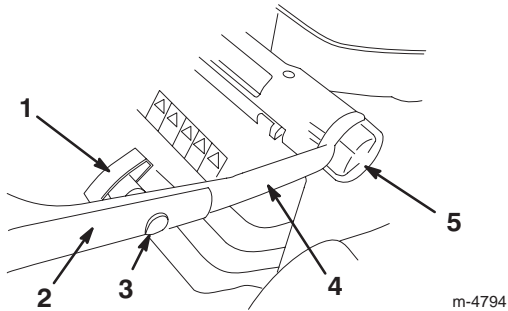

Bild 2
1. Lockern Sie die Griffhöheinstellräder und drehen das untere Handgriffteil in Richtung Rückseite des Rasenmähers, bis es auf eine der in Bild 2 dargestellten Höheinstellungen ist. Weitere Angaben zum Einstellen der Griffhöhe finden Sie unter „Einstellen der Griffhöhe“ auf Seite 7.
3. Sichern Sie das obere Handgriffteil mit den Ovaleckschrauben und Griffstellrädern an das untere Teil ab (Bild 2). **Ziehen Sie die Griffstellräder gut fest.**
Sie können den Handgriff auf drei verschiedene Höhen einstellen: hoch, mittel und tief (Bild 2). Wählen Sie die Griffhöhe, die für Sie am bequemsten ist.